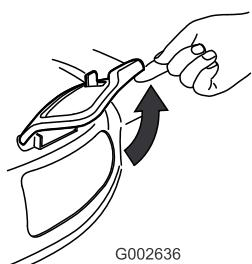

Figura 38
- Levante la puerta de descarga lateral (Figura 38).